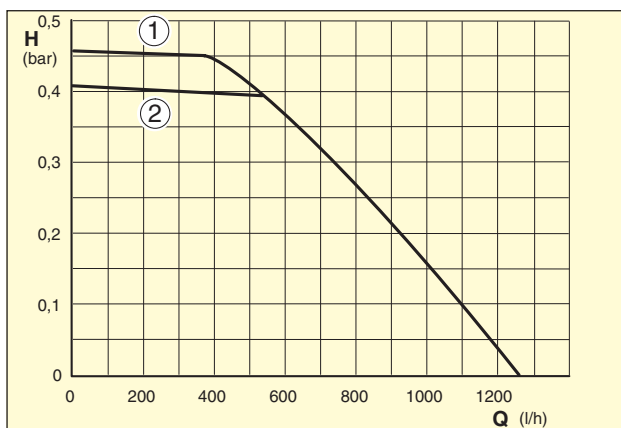

Bild 6 Konstantdruck
- Konstantdruckkennlinien: konstante Differenzdruckregelung, d. h. Förderhöhe bleibt bei abnehmendem Förderstrom **konstant** (Bild 6)
Legende für Bild 6 und 7: